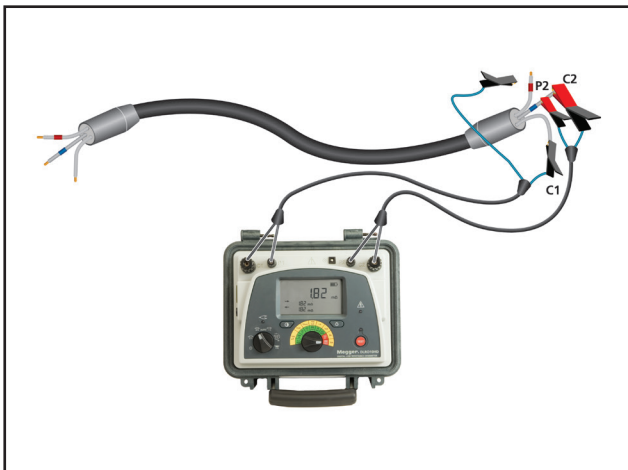

Abb. 11: C1 ist mit einer benachbarten Ader am gleichen Ende des mehradrigen Kabels verbunden.
Schritt 2: Schließen Sie die Stromleitung C an eine benachbarte Ader an. In Abb. 11 ist es die unmarkierte Ader.